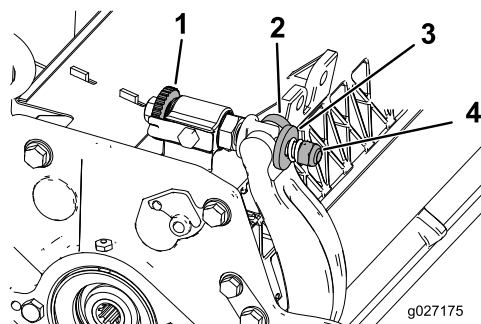

図 24
1. ベッドバー調整ねじを左に回して下刃とリールの接触を完全になくす【図 24】。
2. スプリングテンションナットをゆるめて、ワッシャがベッドバーを全く押さないようにする【図 24】。